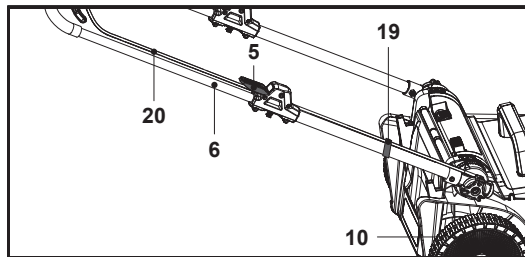

Fig. 4
9. Fixează cablul de control (20) în clemele cablului (19) care pot fi preinstalate pe bara mânerului inferior (6) (fig. 4).